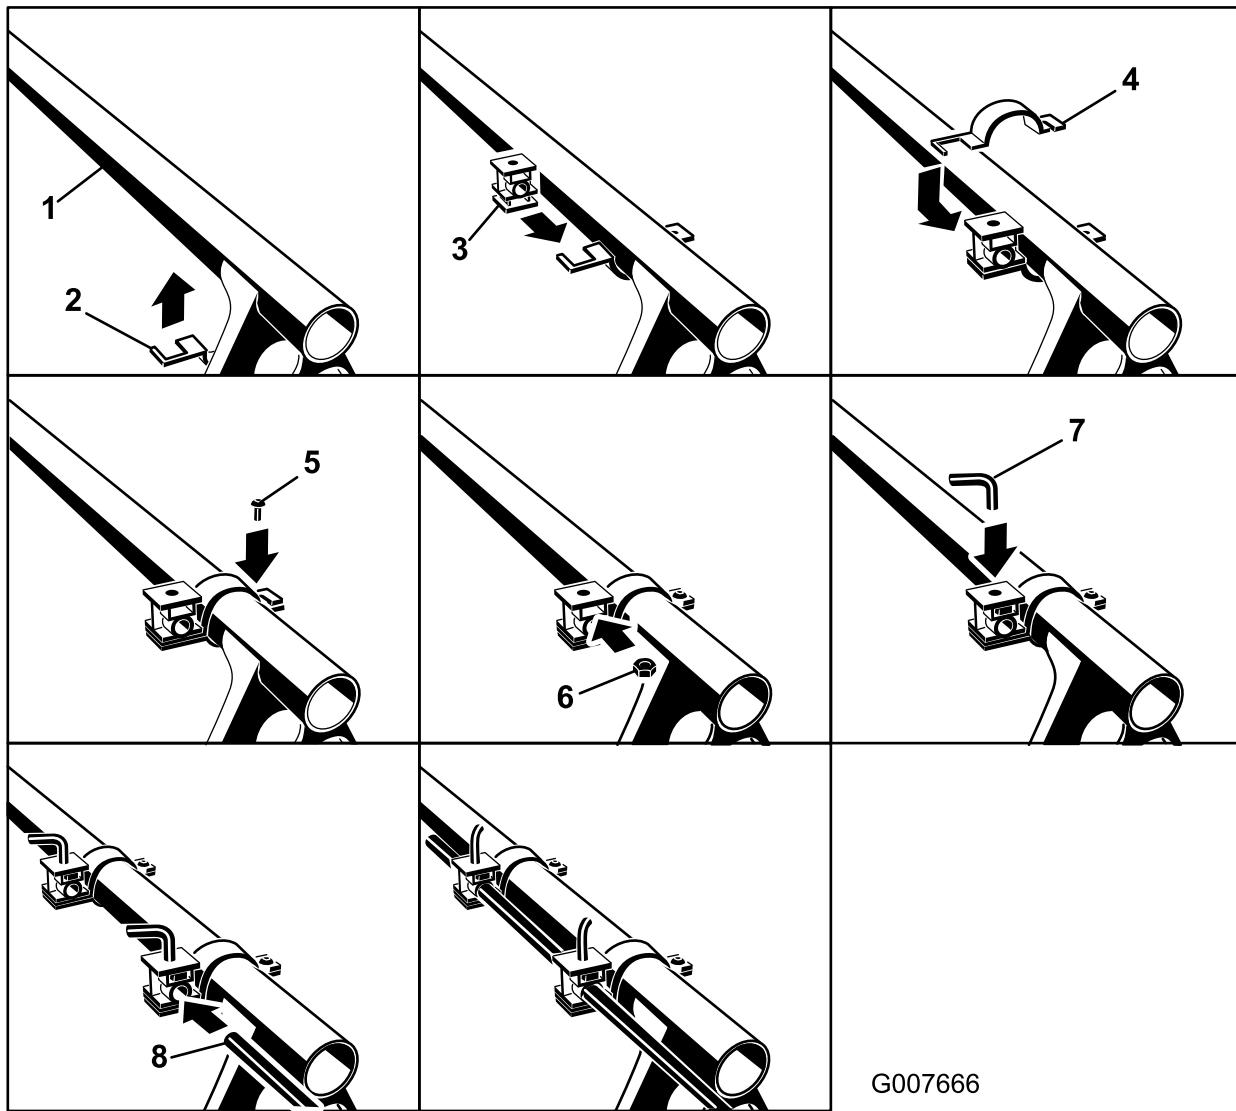

Figure 13
2. Localisez les supports de montage des buses de mousse et l'entretoise. Posez le premier support à une distance de 7,5 à 10 cm à partir du bout de la barre de support de rampe supérieure. Montez le support et l'entretoise comme illustré (Figure 13).